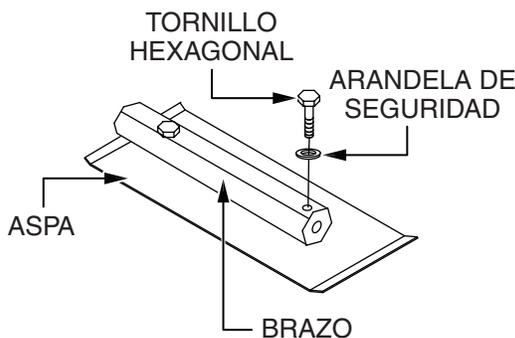

Figura 49. Desmontar el aspa
2. Retire los dos tornillos y las arandelas de seguridad que sujetan la aspa al brazo de la allanadora (Figura 49), luego retire la aspa.